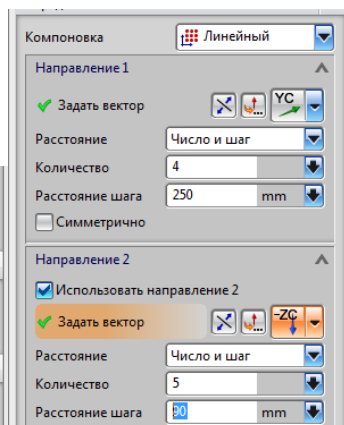
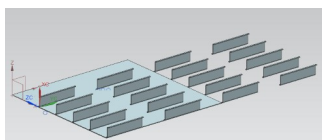

рис.26
рис.27
- Сразу после однократной вставки этой детали система предложит окно рис.26, в котором вам придется оговорить условия размножения. Результат размножения вставляемой детали показан на рис.27.